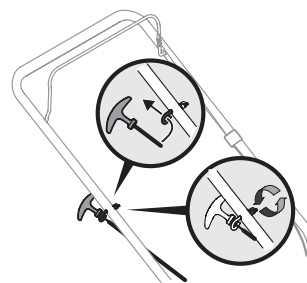

Figure 3
3. Passez la corde dans le boulon à œil. Voir Figure 3.